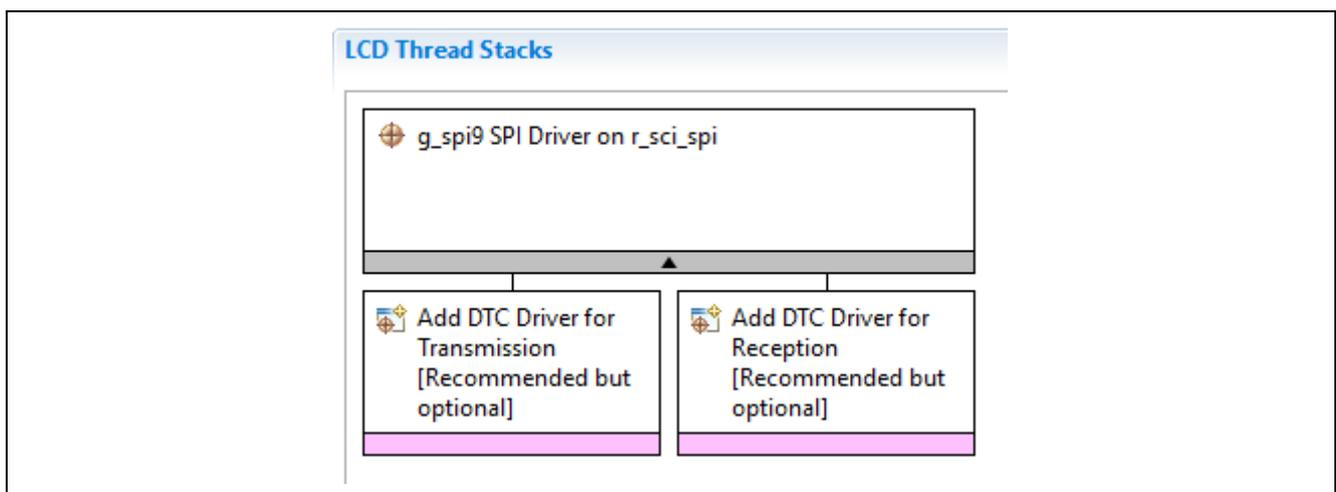

図 12 DTC ドライバの無効化
5. 新しく追加した r\_sci\_spi ドライバで、図 12 に示すように configurator 内で転送/受け入れモジュールに対応する DTC ドライバ (DTC driver) を無効 (disable) にします。